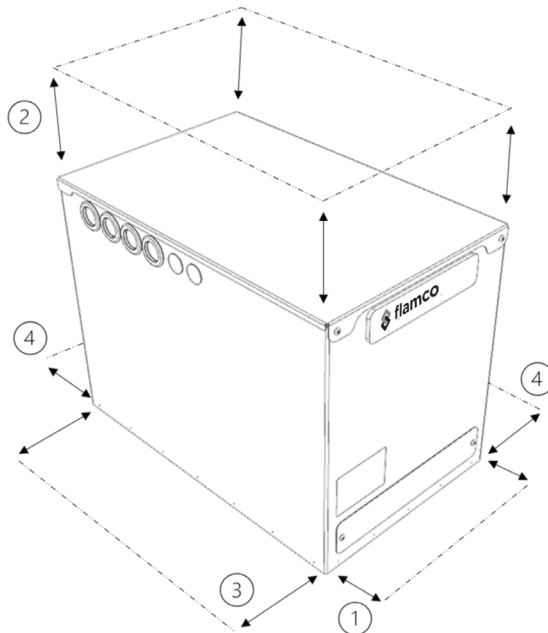

Abbildung 4 - Platzbedarf der Flextherm Eco G2 E Wärmebatterie
- Prüfen Sie den Ort, an dem die Wärmebatterie installiert werden soll, auf die Platz- und Abstandsanforderungen der Wärmebatterie (Abbildung 4, Tabelle 5).